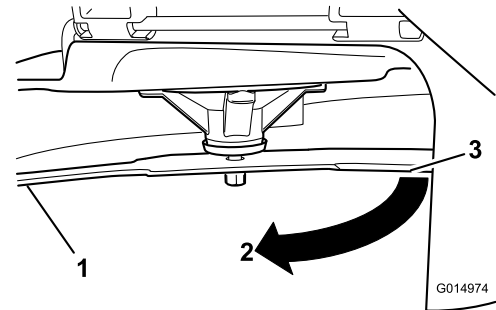

Figura 58
3. Distancia medida entre la cuchilla y la superficie (A)
4. Gire la misma cuchilla 180 grados de manera que el otro extremo esté en la misma posición (Figura 58).